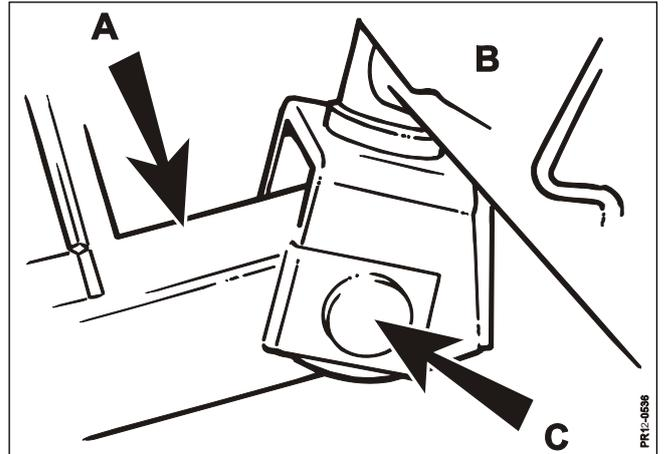

Fig. 1-2
- Fig. 1-2:** La testa del telaio B viene attaccata al braccio A con il perno C.